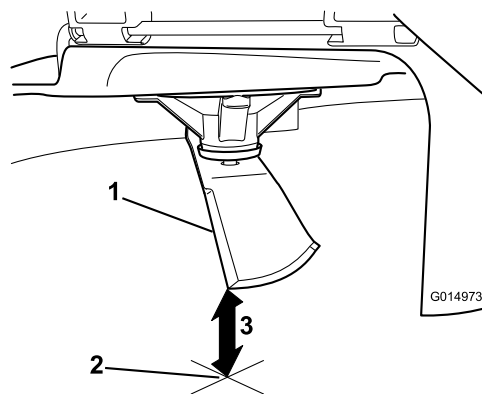

Figura 102
3. Misurate dalla punta della lama alla superficie piana (Figura 102).